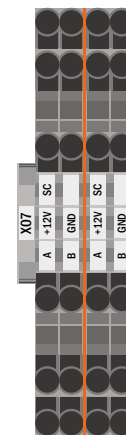

Abb. 15: Anschluss busfähige Module
Abb. 15 zeigt den Klemmblock X30, an den die Verbraucherstromkreise (Leuchten) angeschlossen werden. Hierbei ist auf die korrekte Polarität zu achten. Für den Anschluss ist netzspannungstaugliches Kabelmaterial zu verwenden; ferner sind die Richtlinien MLAR, EltBauVo sowie DIN VDE 0100 zu beachten.
8. Spannung an Stromkreis-Abgängen prüfen. Im Auslieferungszustand sind alle Endstromkreise als Dauerlichtstromkreise konfiguriert. Überprüfen Sie die Spannung an allen Stromkreis-Anschlussklemmen (7) (siehe auch Kapitel 7.1.11, Abb. 15). Die gemessene Spannung sollte bei jedem Stromkreis der Netzspannung entsprechen.